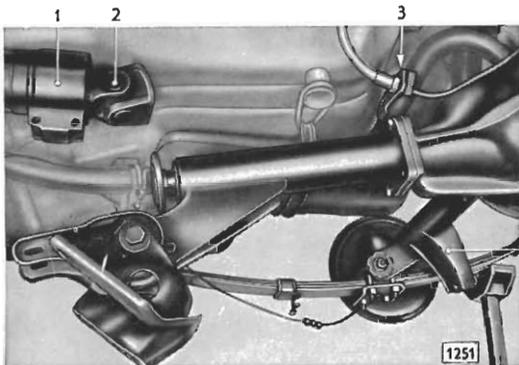

Bild 58 - Hinterachse nach vorn unten geschwenkt und mit Montagebock unter Stoßdämpferstütze abgestützt
2. Hinterachse mit Gelenk nach dem Lösen vom Stützrohr etwas nach vorn unten schwenken und auf einer Seite unter der Stütze (58/4) für die untere Stoßdämpferbefestigung mit Montagebock abstützen (Bild 58). Durch das Schwenken der Achse nach unten ist das Hinterachsgelenk zum Zerlegen besser zugänglich.